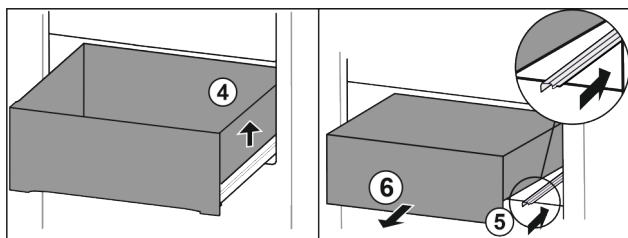

Fig. 15
- ▶ Zásuvku vpravo nadzvedněte Fig. 15 (4).
- ▶ Zasuňte pravou kolejničku Fig. 15 (5).
- ▶ Zásuvku odeberte směrem dopředu Fig. 15 (6).